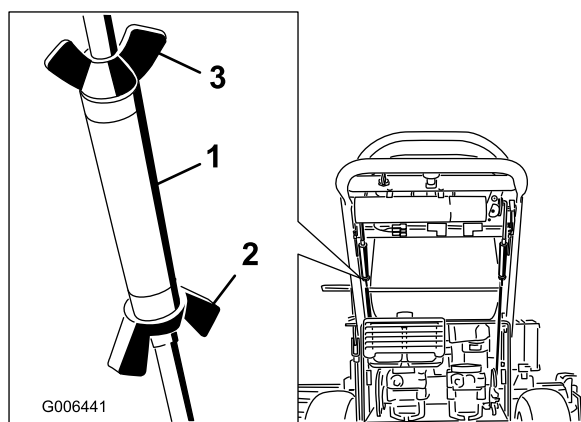

Figura 45
3. Bloquee el tensor apretando las tuercas de mariposa (Figura 45).
5. Bloquee el tensor apretando las tuercas de mariposa (Figura 45).